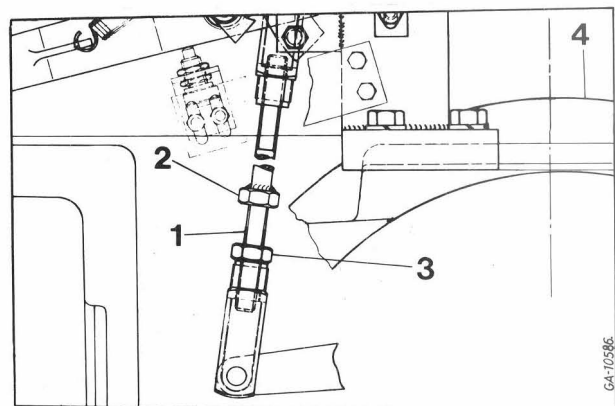

Figure 101 - Tringlerie du frein à main.
Desserrez le contre-écrou (3) Fig. 101 et raccourcissez la tringle (1) en tournant l'hexagone (2) jusqu'à obtention du réglage correct.